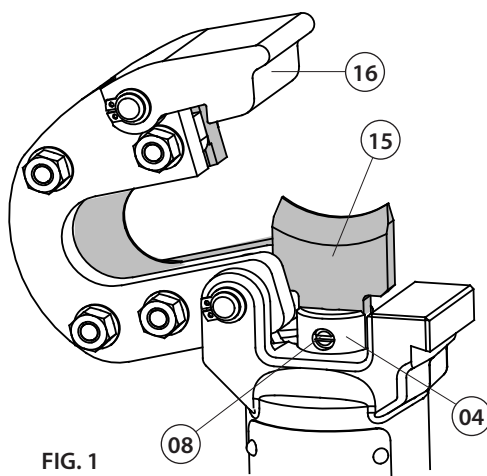

FIG. 1
4. CHANGEMENT DES LAMES (Voir Fig. 1 et 2)